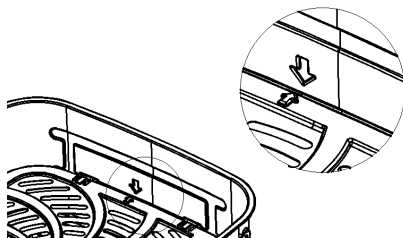

Рис. 1
1. Выложите продукты на поддон корзины и задвиньте корзину обратно в прибор. Стрелка, изображенная на поддоне, должна соответствовать стрелке на внутренней части корзины (Рис. 1).